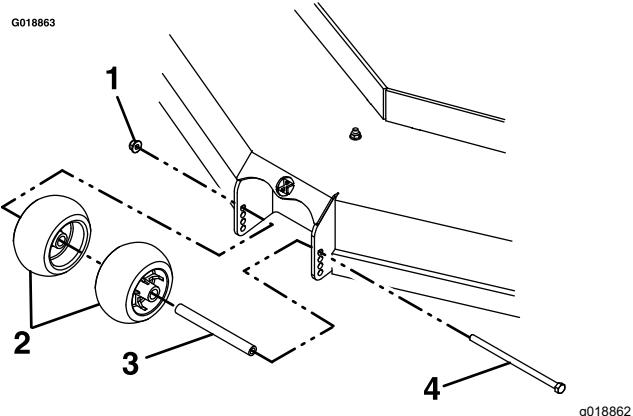

Figure 29
4. Après avoir réglé la hauteur de coupe, réglez les galets anti-scalp en retirant les fixations (Figure 29).
6. Serrez le contre-écrou (3/8 po) à un couple de 41 à 47 N·m (30 à 35 pi-lb), comme montré à la Figure 29.